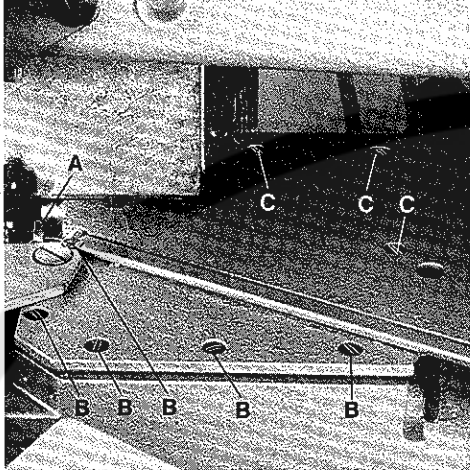
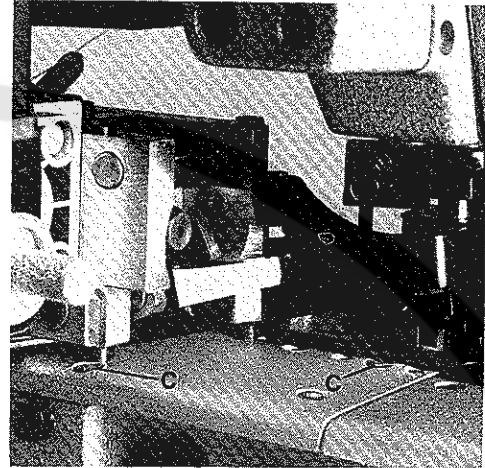

Fig.61
Fig.62
For setting the cutter and for replacing the lower knife the FAST ACTION TAPE CUTTER has to be removed from sewing machine. The upper knife can be replaced with cutter assembled as well. Disconnect cable for FAST ACTION TAPE CUTTER on control box under the table board and the rapid action hose coupling on cutter (see Figs. 3 and 3A). Remove looper thread guide (A, Fig. 61). Screw out the five countersunk head screws (B) and the five filister head screws (C, Figs. 61 and 62) and remove the FAST ACTION TAPE CUTTER assembly from sewing machine.
Zum Einstellen der Schere und zum Auswechseln des Untermessers wird die "SCHNELLE SCHERE" aus der Maschine ausgebaut. Das Obermesser kann auch in eingebautem Zustand der Schere gewechselt werden. Lösen Sie die Kabelverbindung für die "SCHNELLE SCHERE" am Schaltkasten unter der Nähtischplatte und die Schnellverschlußkupplung an der Schere (siehe Fig. 3 und 3A). Entfernen Sie die Greiferfadenführung (A, Fig. 61). Entfernen Sie die fünf Senkschrauben (B) und die fünf Zylinder-Kopfschrauben (C, Fig. 61 und Fig. 62) und nehmen die komplette "SCHNELLE SCHERE" aus der Maschine.